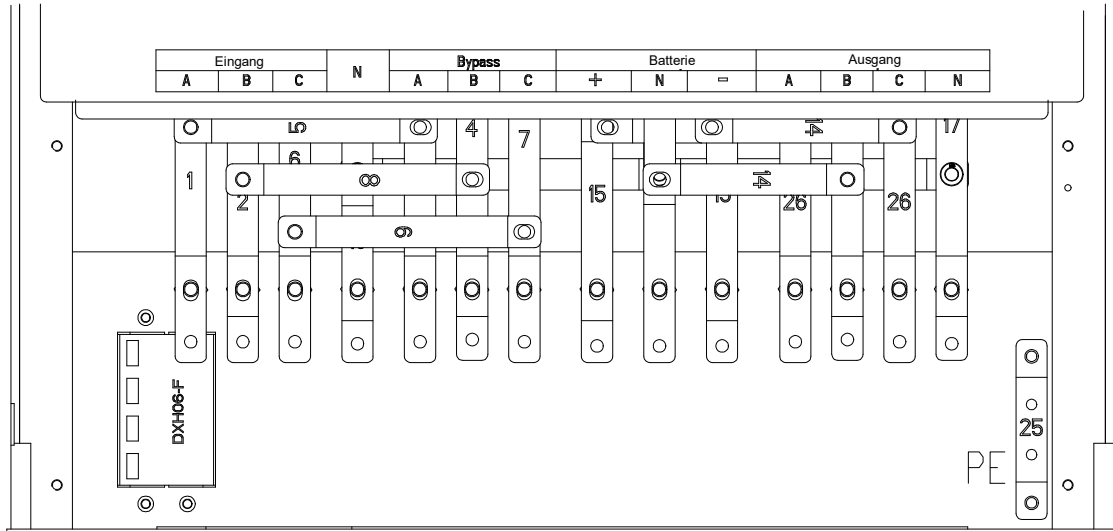

Abb.3-12 Anschlussklemmen
2. Öffnen Sie die Hintertür des Schrankes, entfernen Sie die Kunststoffabdeckung. Der Eingangs- und Ausgangsanschluss, der Batterieanschluss und der Schutzleiteranschluss sind in Abb. 3-12 dargestellt.